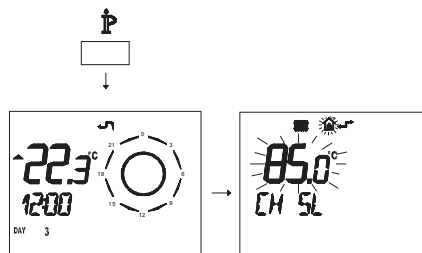

Figura 5.36
- Pulse durante más de 3 segundos el botón para entrar en la modalidad **INFO** (Figura 5.36).